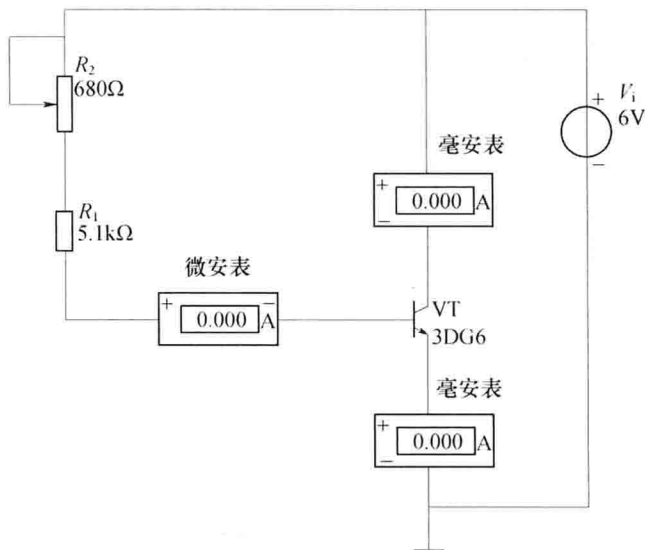

图 3-1 晶体管测试电路
直流稳压电源一台、100μA 直流表头一块；10mA 直流表头两块；其他元器件见图3-1。
- (1) 按图 3-1 连接电路。
- (2) 调节电位器 R_p ，分别使 I_B 为表 3-1 的数值，观察 I_C 、 I_E 的变化情况。
学生每两人一组，按图 3-1 连接电路，按表 3-1 中给定的 I_B 进行测量并计算出此晶体管的直流电流放大倍数 β 。